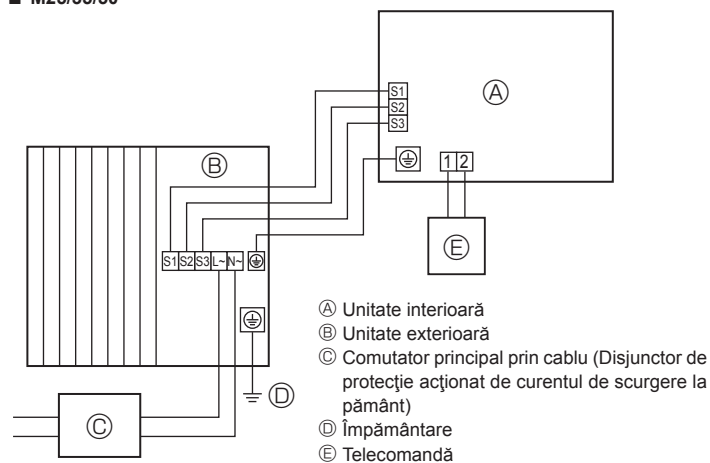
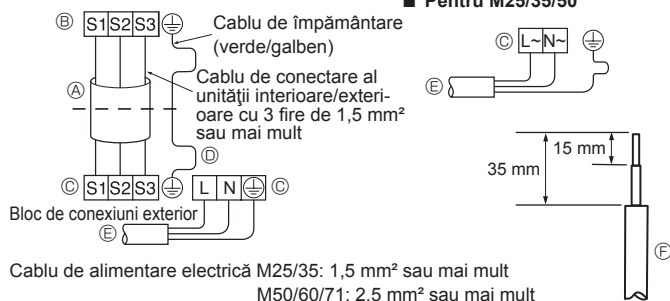
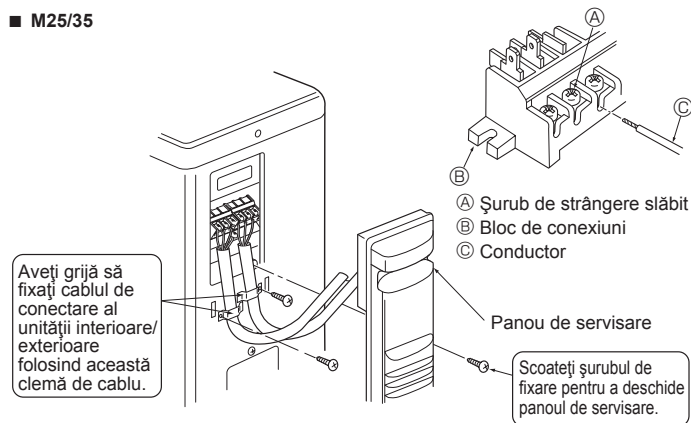

Fig. 6-1
Fig. 6-2
Fig. 6-3
6.1. Unitatea exterioară (Fig. 6-1, Fig. 6-2, Fig. 6-3, Fig. 6-4, Fig. 6-5)
① Demontați panoul de întreținere.
② Conectați cablurile respectând instrucțiunile din Fig. 6-1, Fig. 6-2, Fig. 6-3, Fig. 6-4 și Fig. 6-5.
• Efectuați cablarea conform diagramei din stânga jos. (Achiziționați cablul la nivel local) (Fig. 6-2)